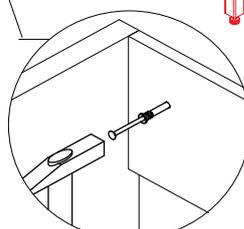

图10
③ 将柜体放回原位, 如图10所示方式将敲击锚栓正确安装上去。(注: 如不安装此处螺钉, 柜体会因外力冲撞导致移位、翻侧或跌落, 造成损伤。)